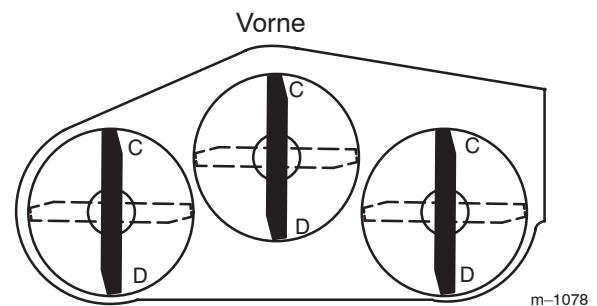

Bild 41
4. Stellen Sie ein Messer in Längsrichtung (Bild 41). Messen Sie von einer ebenen Fläche bis zu den Stellen C und D (Bild 41) an den Schnittkanten der Messerspitzen (Bild 42).